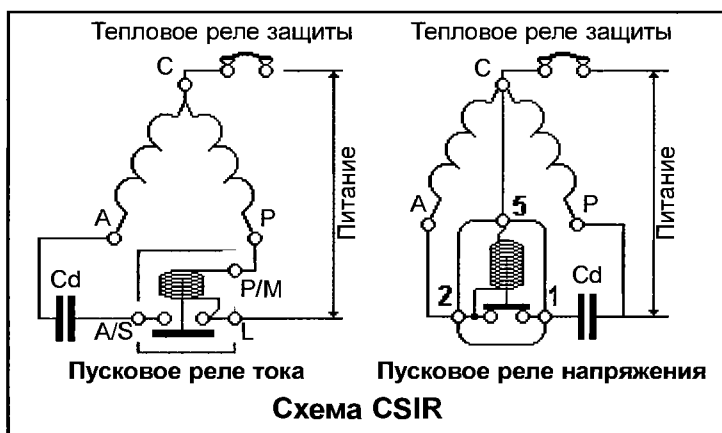

Рис. 53.43.
4) Схема CSIR (Capacitor Start Induction Run) аналогична схеме RSIR, в которую добавлен пусковой конденсатор (см. рис. 53.43).